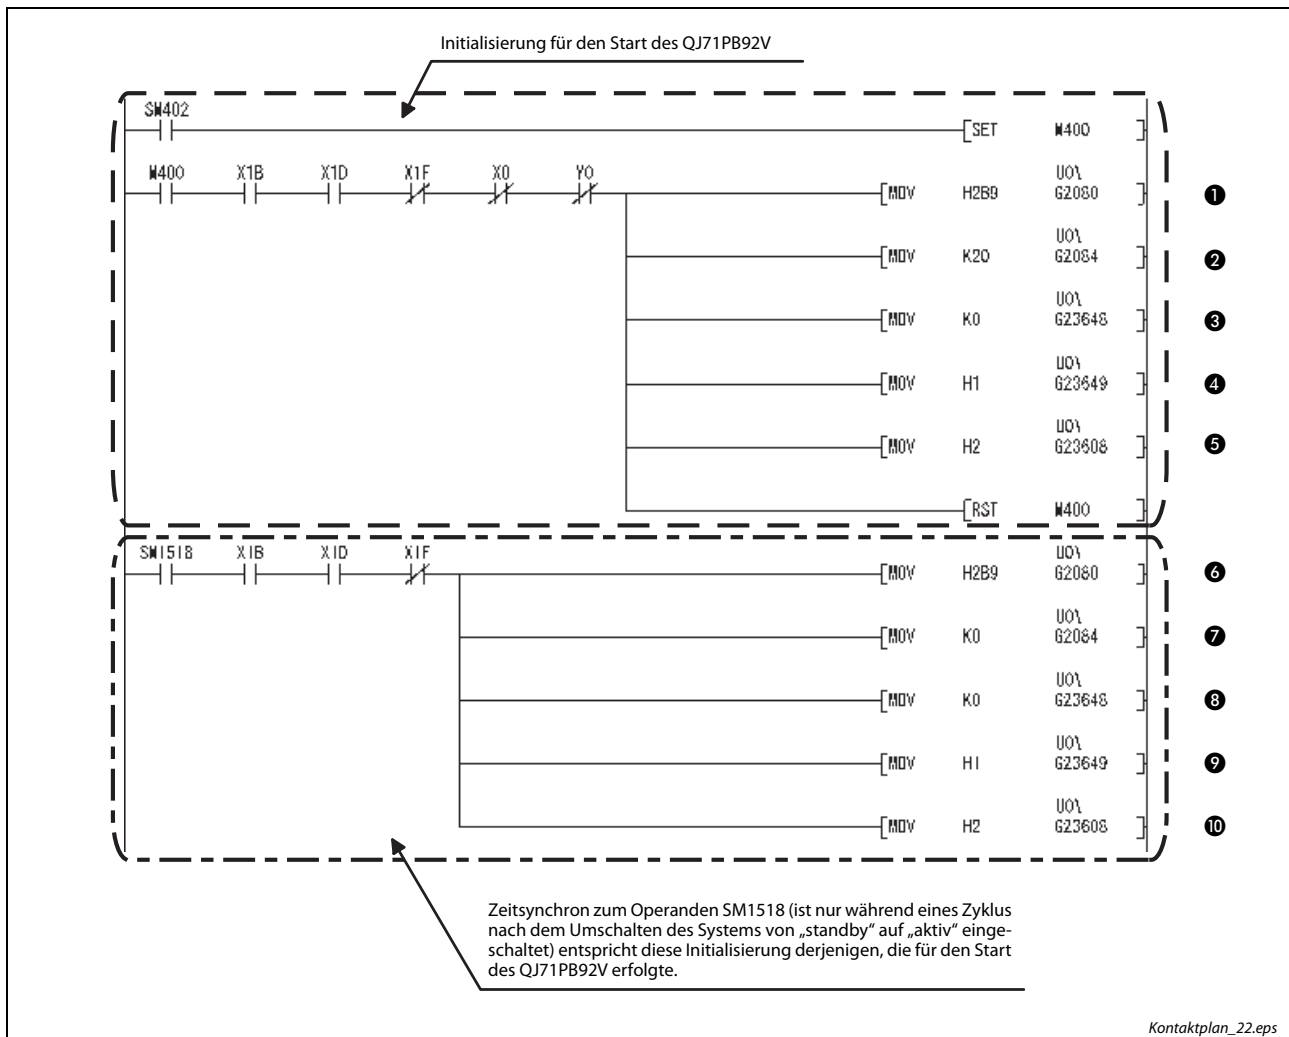

Abb. 8-32: Kontaktplan zur Initialisierung
Tab. 8-77: Beschreibung des Kontaktplans in Abb. 8-32
Um die Systemumschaltung aufgrund eines DP-Slave-Fehlers nach einer erfolgten Systemumschaltung sofort wieder zu ermöglichen, muss die Anlaufzeit für die Unterdrückung von Diagnosemeldungen in Speicherzelle U0\G2084 auf „0“ eingestellt werden. (Siehe Abb. 8-32, Schritt ⑦)